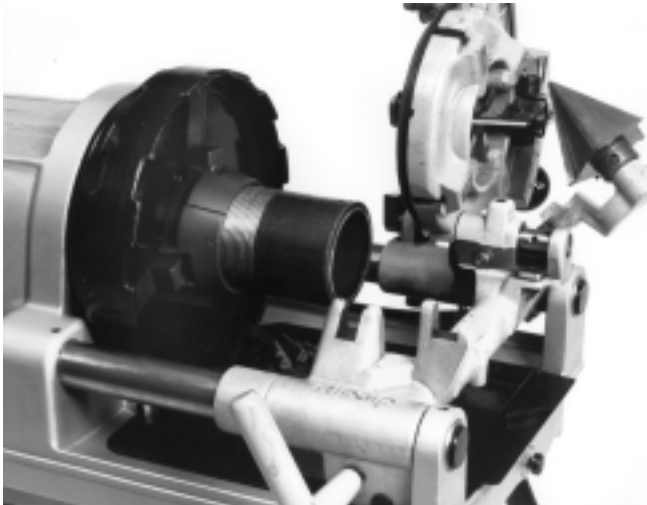

Figure 18 – Mandrin à raccords N° 419 installé et prêt à fileter
4. Installez le mandrin à raccords dans le mandrin de la machine. Assurez-vous que les mordaches butent contre les butées des logements correspondants (Figure 18).